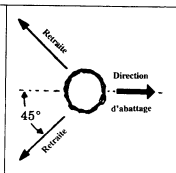

Figure 21
h. Planifiez une course de retrait dégagée vers l'arrière et en diagonale de la ligne d'abattage. Figure 21.
Restez du côté amont pour ne pas être blessé par le tronc qui roule ou glisse vers l'aval après être abattu. Figure 21.